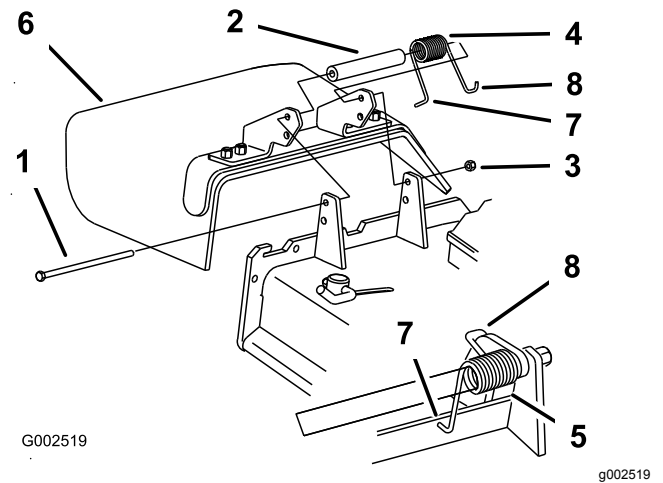

Figura 114
1. Retire a porca de bloqueio, o parafuso, a mola e a cunha que fixam o defletor aos apoios de articulação (Figura 114).
Nota: Certifique-se de que a extremidade em L de mola está montada por trás da extremidade da plataforma antes de colocar o parafuso como apresentado em Figura 114
5. Coloque a extremidade em gancho J da mola em torno do defletor de relva (Figura 114).